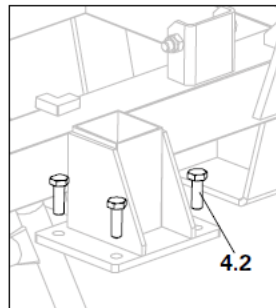

Fig. A1.02a
1. Manter a paleta AD (4) na bancada de trabalho PERI (qdd. 2) (art. no.: 065051) ou qualquer bancada de trabalho.
2. Inserir quatro buchas M10 x 30 (4.2) (art. nº: 116436) em cada local da roda. (Fig. A1.02a)